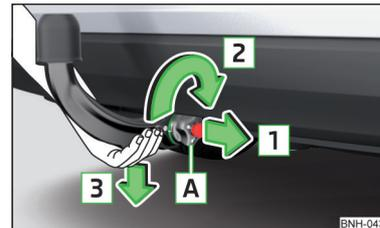

Abb. 144
- Die Kugelstange **von unten** fassen » Abb. 144.